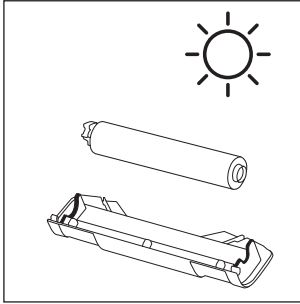

Afb. 35
- ♦ Reinig de sproeikap **7** en de borstelrol **6** onder warm, stromend water (zie afb. 35).